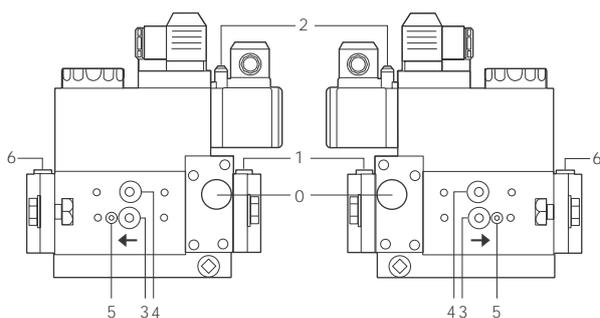

Fig. 12
- Pulizia filtri valvole gas (Fig. 12 e seguenti).